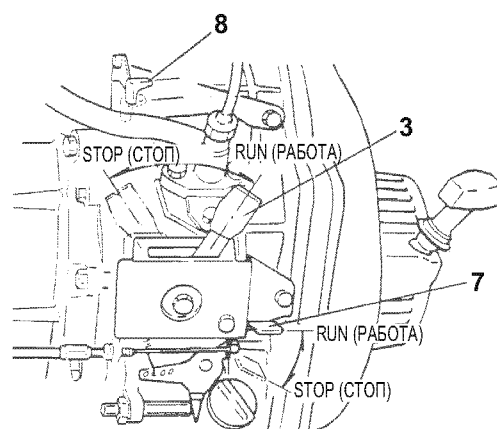

Рис. 67
2. Установите рычаг регулятора (**Рис. 67, (3)**) в положение RUN (РАБОТА).
- Альтернативный способ останова — с помощью рычага останова (**Рис. 67, (7)**) (см. Ручной запуск). Этот способ используется в случае повреждения ключа зажигания или в аварийных ситуациях. Если для останова использовался этот способ, обязательно поверните ключ зажигания в положение STOP (СТОП), чтобы не разряжать аккумулятор.
- Запрещается останавливать двигатель рычагом сброса давления (**Рис. 67, (8)**). Это может повредить систему сброса давления.